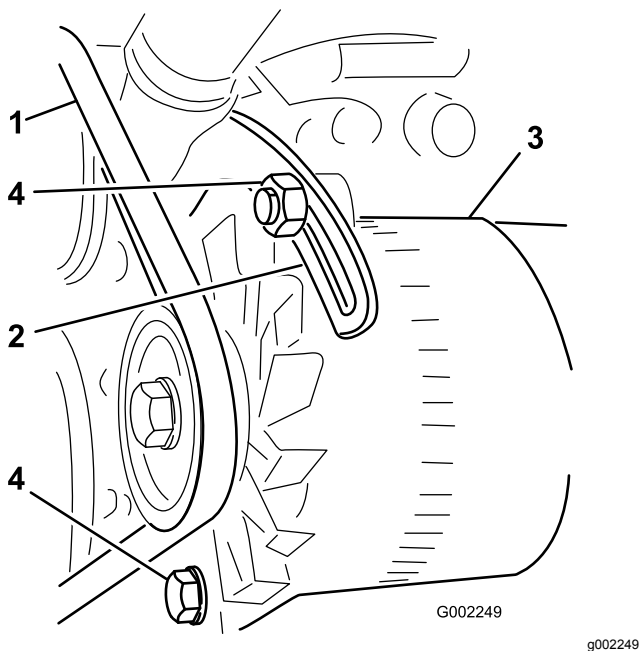

图57
3. 松开将皮带环形支架固定到发动机的螺栓、以及将发电机固定到皮带环形支架上的螺栓 **图57**。